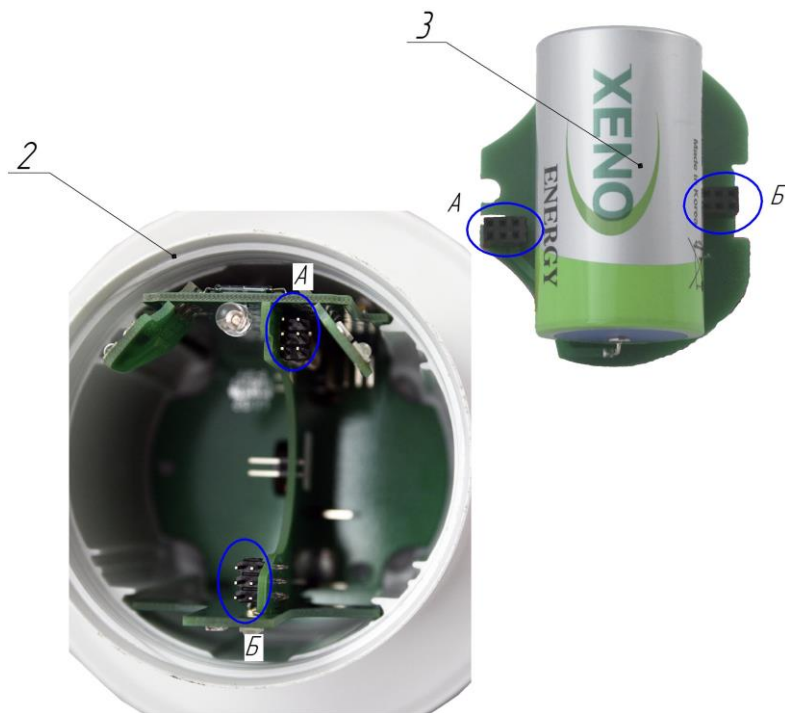

Рисунок 2.3
2) Вставить новый батарейный блок в корпус индикатора, установив до упора батарейный блок на разъемы А-А, Б-Б (Рисунок 2.3);